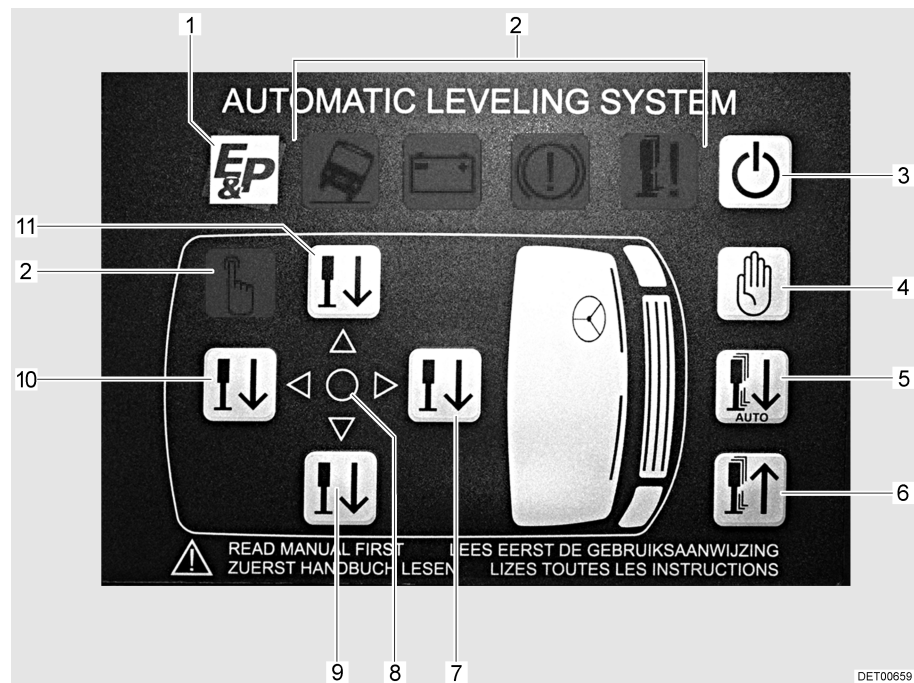

Bild 31 Bedienteil Hubstützen
Die LED-Anzeigen (Bild 31,2) sind nur sichtbar, wenn die jeweilige Situation auftritt. Folgende Situationen werden signalisiert:
- Ein/Aus-Schalter (Bild 31,3) drücken.
- Taste Vorderseite (Bild 31,7) fünf Mal drücken.
- Taste Rückseite (Bild 31,10) fünf Mal drücken. Alle LEDs blinken.
- Taste Stützen einziehen (Bild 31,6) drei Mal drücken und 20 Sekunden warten. Der Nullpunkt ist gespeichert.
- Ein/Aus-Schalter (Bild 31,3) drücken. Die LED mit dem Firmenlogo (Bild 31,1) leuchtet auf.
- Taste automatische Bedienung (Bild 31,5) drücken. Wenn die grüne LED Niveau (Bild 31,8) leuchtet, ist der Abstützvorgang abgeschlossen.
- Ein/Aus-Schalter (Bild 31,3) drücken, um das System auszuschalten.
- Taste manuelle Bedienung (Bild 31,4) so lange drücken, bis die LEDs in den Richtungspfeilen leuchten.
- Taste Vorderseite (Bild 31,7) drücken, bis die Stützen den Boden erreichen.
- Taste Rückseite (Bild 31,10) drücken, bis die Stützen den Boden erreichen.
- Wenn der Pfeil zur Vorderseite des Fahrzeugs zeigt: Taste Vorderseite (Bild 31,7) so lange drücken, bis der Pfeil erlischt.
- Wenn der Pfeil zur Rückseite des Fahrzeugs zeigt: Taste Rückseite (Bild 31,10) so lange drücken, bis der Pfeil erlischt.
- Wenn der Pfeil zur linken Seite des Fahrzeugs zeigt: Taste linke Seite (Bild 31,11) so lange drücken, bis der Pfeil erlischt und die LED Niveau (Bild 31,8) aufleuchtet.
- Wenn der Pfeil zur rechten Seite des Fahrzeugs zeigt: Taste rechte Seite (Bild 31,9) so lange drücken, bis der Pfeil erlischt und die LED Niveau (Bild 31,8) aufleuchtet.
- Taste Stützen einziehen (Bild 31,6) kurz drücken (automatische Bedienung) oder gedrückt halten, bis die Stützen ganz eingefahren sind (manuelle Bedienung).